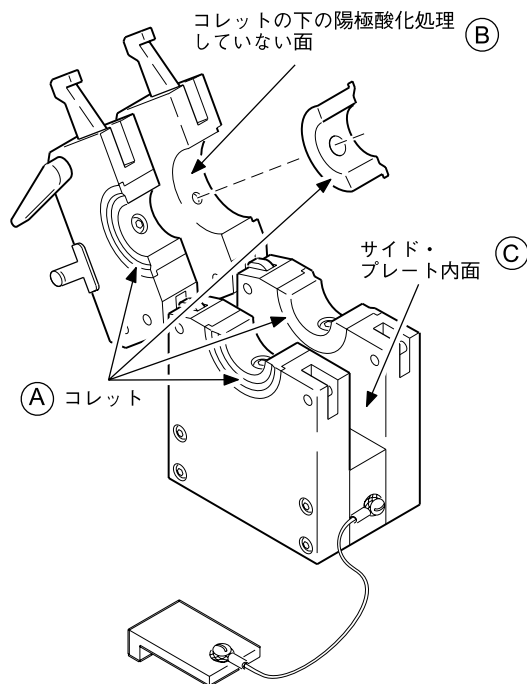

図 23：コレットおよびコレット取り付け面のクリーニングを行う
1. フィクスチャー・ブロックに汚れ、磨耗、損傷が生じていないか検査します。図 23 をご参照ください。
1. コレットの検査およびクリーニングを行います。図 23 (A) をご参照ください。
4. 目の細かい研磨パッドを使用して、サイド・プレートの陽極酸化処理していない接合表面から酸化物を取り除きます。図 23 (B) をご参照ください。
5. 清潔な柔らかい布を使用して、サイド・プレートの内面から汚れや酸化物を取り除きます。図 23 (C) をご参照ください。頑固な付着物は、目の細かい研磨パッドを使用して取り除いてください。